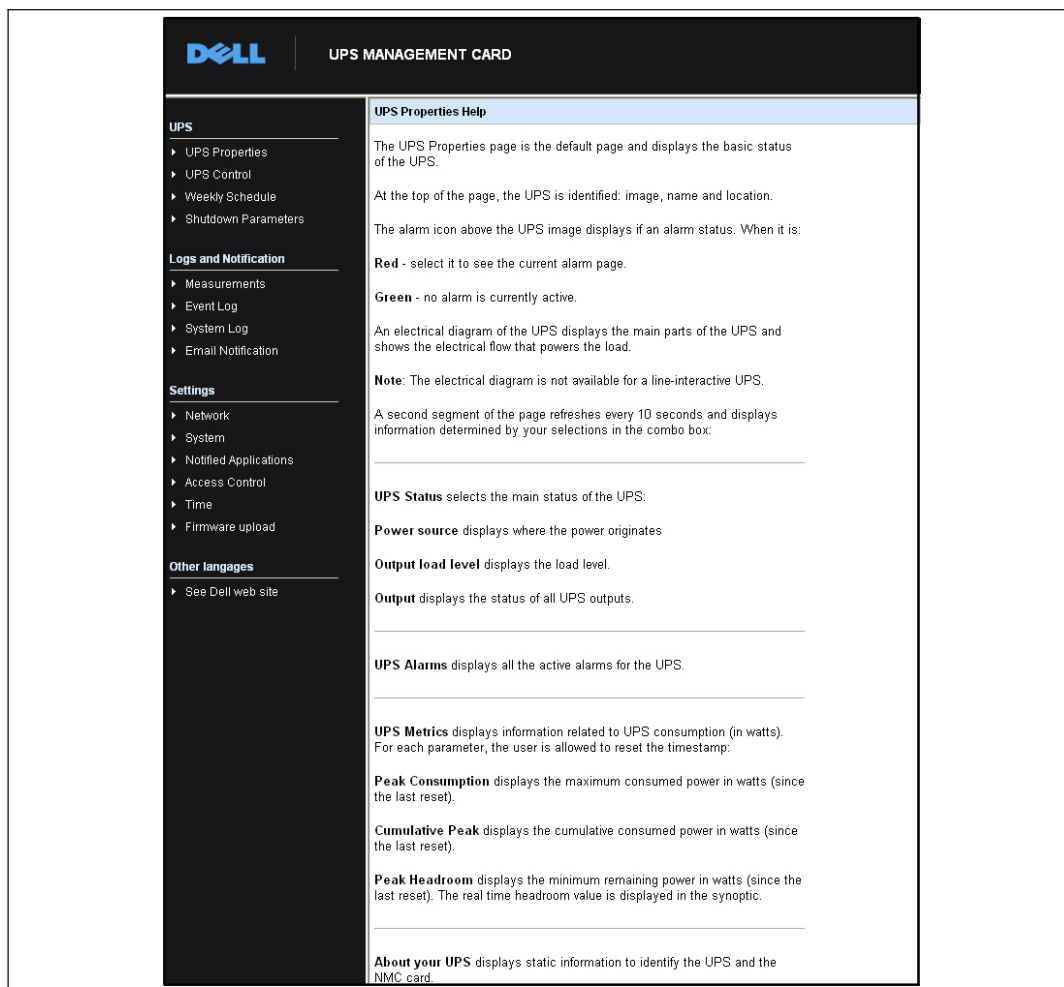

図 15. オンラインヘルプの例
- 1 ヘルプをクリックします。「ヘルプ」ページが開きます（図 15を参照）。